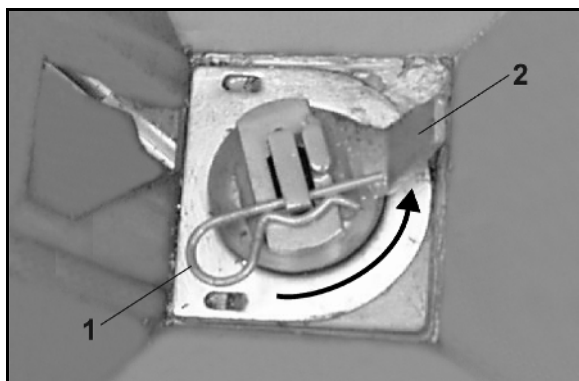

Fig. 89
3. Es imprescindible montar el pasador elástico (Fig. 89/3) en la **posición contraria** al sentido de rotación (Fig. 89/4). (La figura presenta el lado derecho de la máquina visto en el sentido de la marcha).